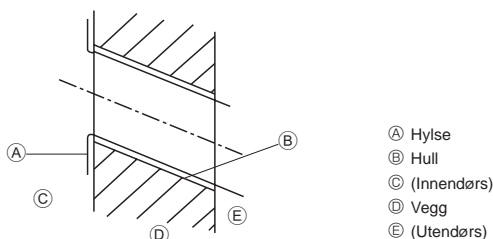

Fig. 3-3
- Ⓐ Festebord ①
3.2.2. Boring av rørhull (Fig. 3-3)